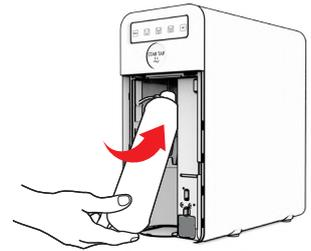

Fig. 7-14
**25.5** - Inserire la bombola del gas CO2 **verticale con la valvola rivolta verso l'alto** assemblata con il riduttore già regolato, nel vano interno dell'apparecchio, vedi Fig. 7-14.